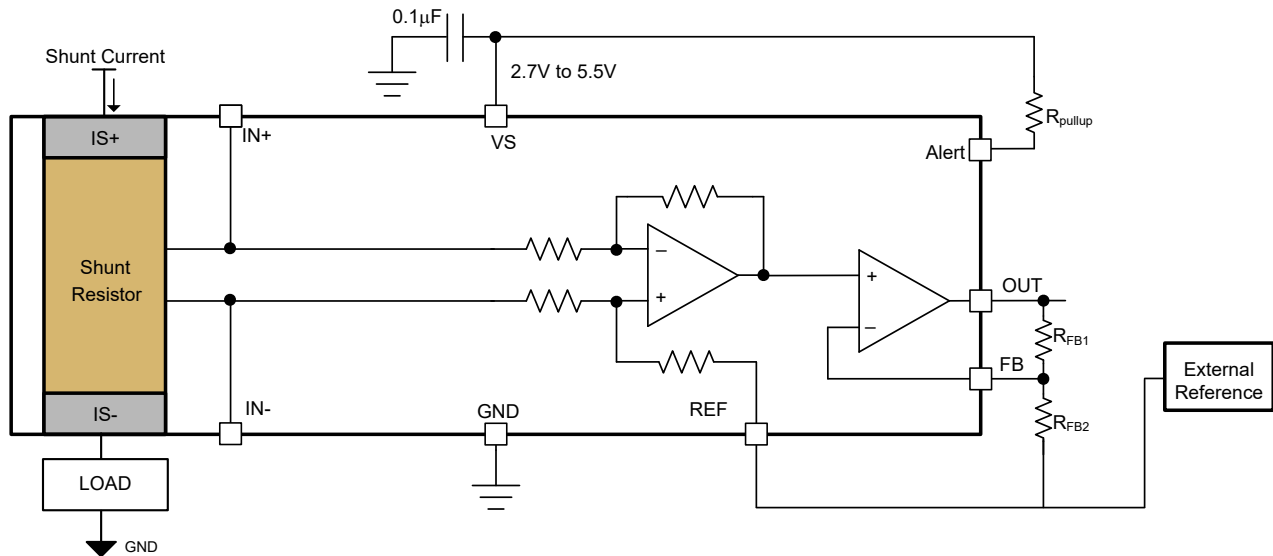

図 6-7. 外部抵抗分割器による調整可能なゲイン設定
INA751x-Q1 は、2 つの外付け抵抗ネットワークでゲインを調整可能です。デフォルトのゲインは 40mV/A であり、外付けの可変ゲイン抵抗ネットワークを追加することで、総ゲイン (G) は最大 800mV/A の範囲に対応できます。図 6-7 に、外付けゲインを追加するように構成された 2 つの外付け抵抗  $R_{FB1}$  および  $R_{FB2}$  を示します。式 2 は外部可変ゲインの計算に使用でき、式 3 は外付け可変ゲインでのシステムの合計ゲインを示します。リファレンスピンによる出力の調整に示すように、REF ピンと抵抗  $R_{FB2}$  の一方の端は、OUT ピンで必要な電圧に基づいて、外部リファレンスに接続されています。